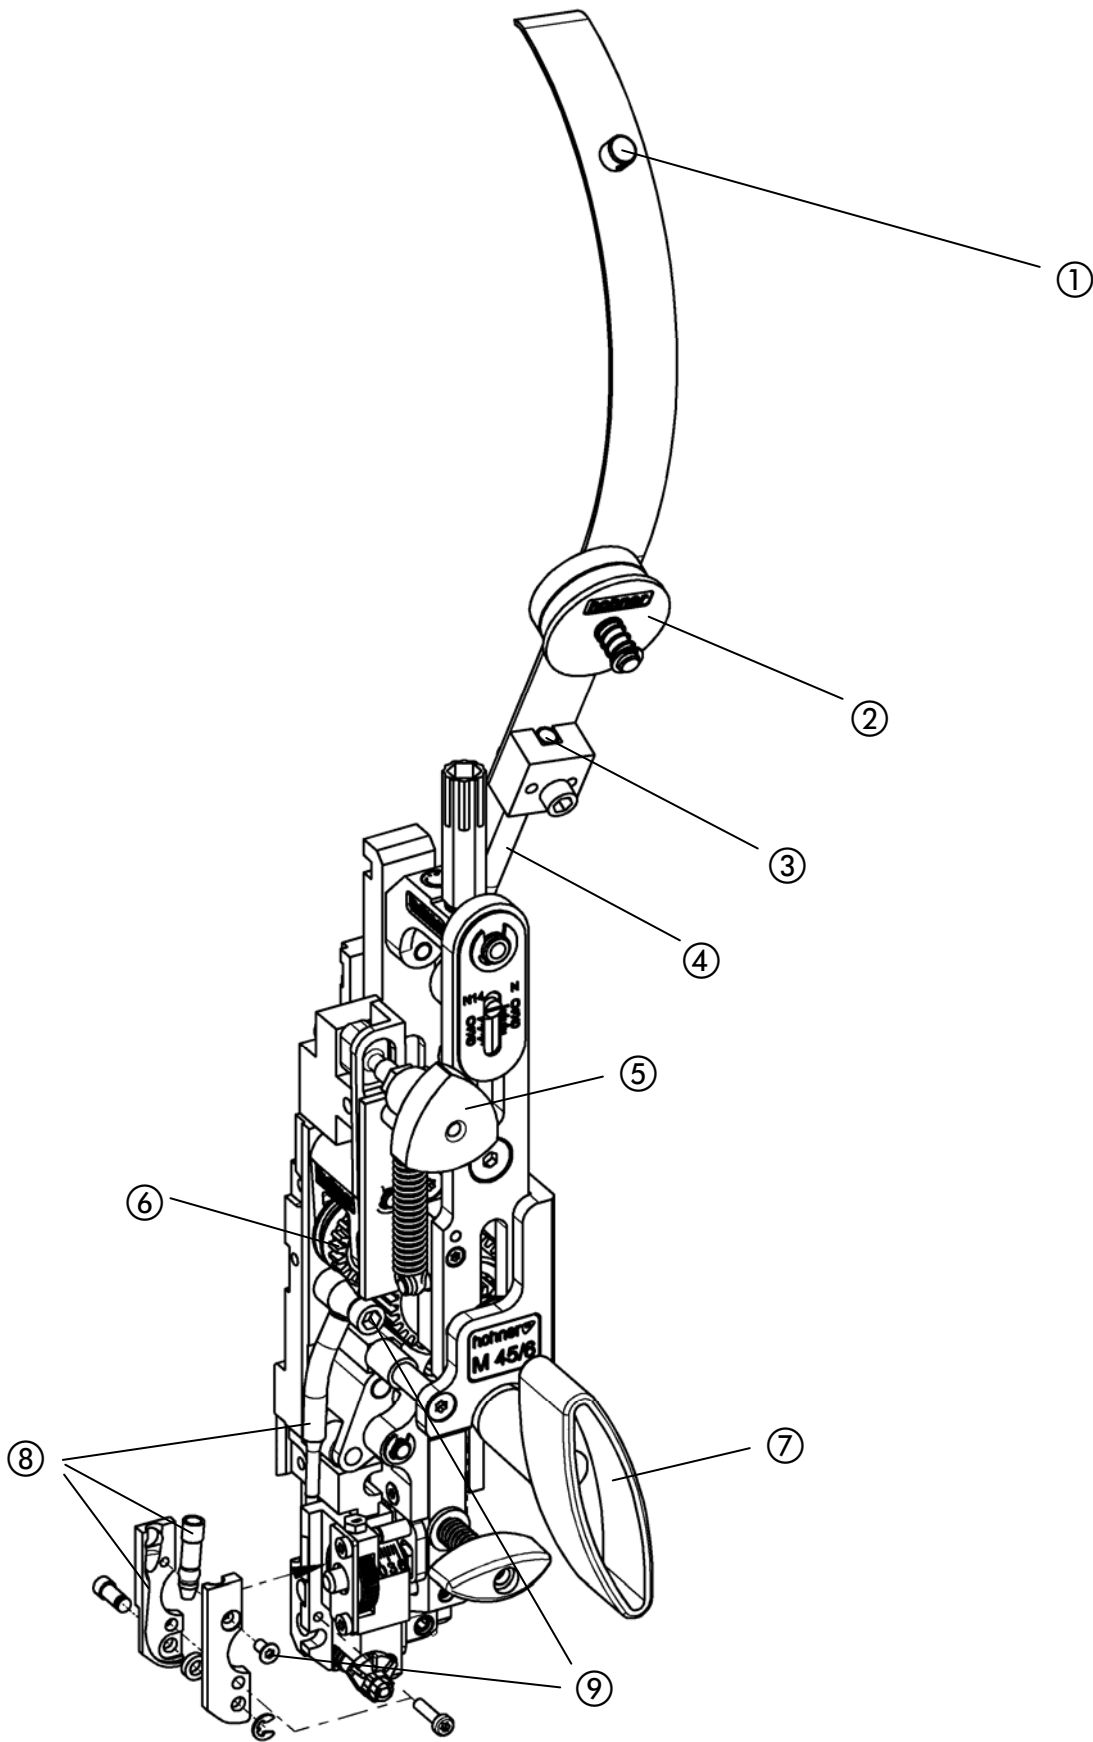

Fig. 9
- Fig. 9 -
- Desconectar el transporte de alambre (colocar empuñadura triangular ⑤ en "Posición media").
- Volver a conectar el transporte de alambre (girar hacia la izquierda o hacia la derecha la empuñadura triangular ⑤).
- Colocar la empuñadura de ajuste ⑧.
- Seguir transportando el alambre mediante el giro a la derecha de la empuñadura de ajuste ⑧ hasta la cuchilla.
- Desconectar el transporte de alambre (colocar empuñadura triangular ⑦ en "Posición media").